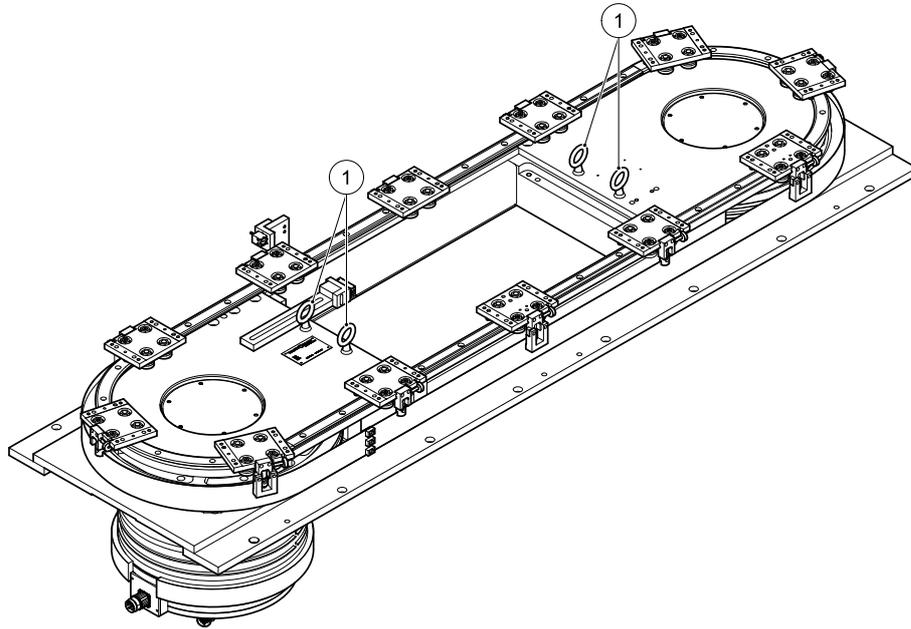

Bild 2 Anordnung der Ringschrauben
Das Lineartaktband kann mit einem Transportgeschirr und einem Kran oder mit dem Gabelstapler transportiert werden. Für das Anschlagen des Gurtgehanges sind vier Ringschrauben (Bild 2/1 auf Seite 12) (Zubehör) auf dem Lineartaktband einzuschrauben.
Das Lineartaktband wird verpackt auf einer Palette angeliefert. An der Lineareinheit sind vier Ringschrauben (Bild 2/1) eingeschraubt, an denen ein Gurtgehänge angeschlagen werden kann.
Nach dem Einbau die vier Ringschrauben (Bild 2/1) entfernen.
- (3) Vier Ringschrauben (Bild 2/1) einschrauben und Transportgeschirr einhängen.